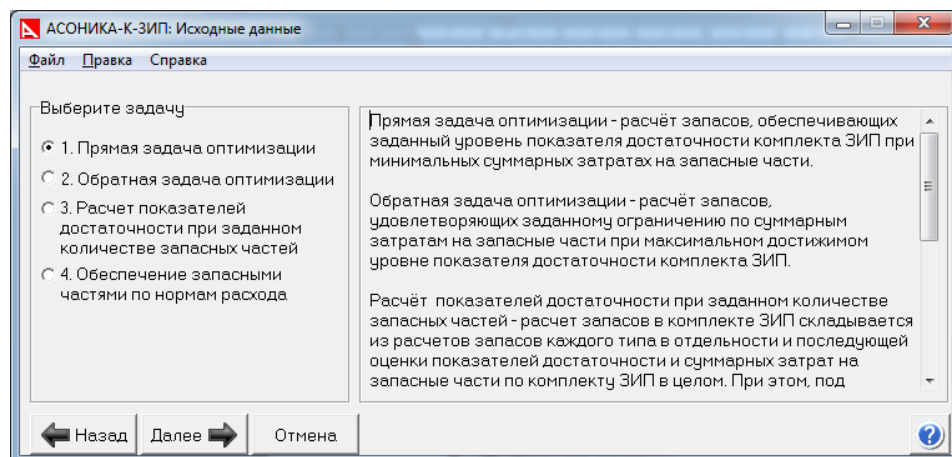

Рис. 3.4. Система АСОНИКА-К-ЗИП: Выбор решаемой задачи
- В появившемся окне на панели «Выберите задачу» нажмите кнопку напротив необходимой Вам задачи (см. рис. 3.4).